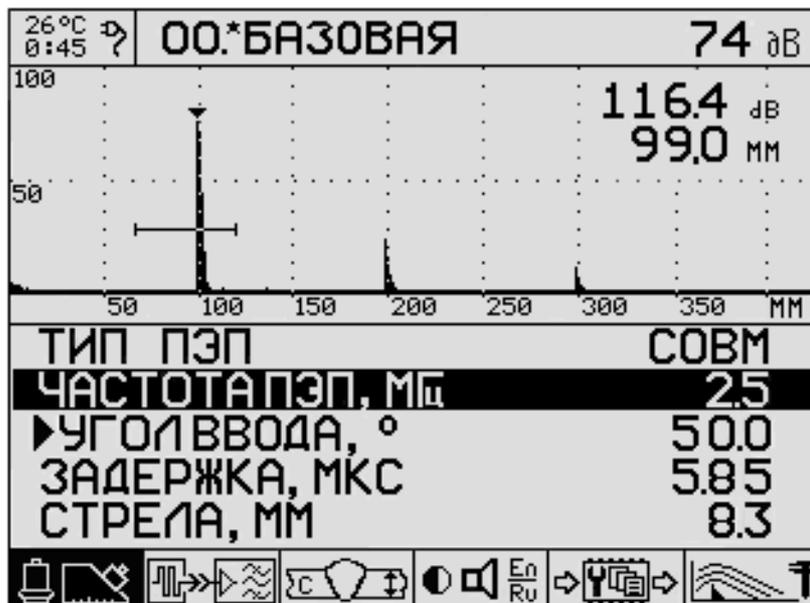

Рисунок 5.17
5.7.8 Нажмите  **MENU** для входа в режим настройки. В верхнем правом угле будут отображаться (сверху вниз) значения усиления (дБ), амплитуда импульса (дБ) и путь по лучу (мм) (Рисунок 5.17).